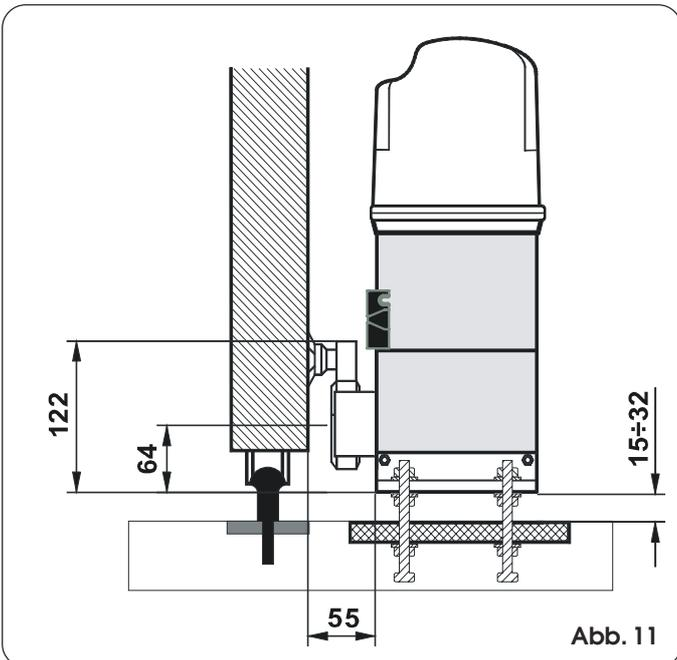

Abb. 11
- 4) Die Höhe der Stützfüße und den Abstand zum Tor unter Bezugnahme auf Abb. 11 einstellen.
- 2) Achten sie bei der Montage auf stoßfreie Übergänge zwischen den einzelnen Zahnstangen. Nachdem die Zahnstangen montiert sind, müssen diese zum Zahnrad des Antriebes ausgerichtet werden (siehe Bild 11).